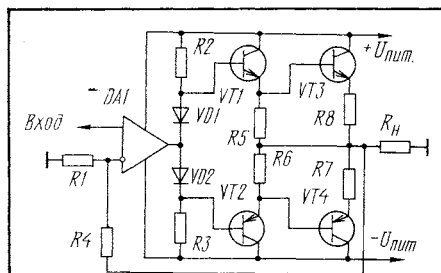

Рис. 1
В усилителях напряжения таких УМЗЧ применяют обычно ОУ. Это позволяет существенно снизить количество элементов, используемых в каскадах предварительного усиления, а значит, повысить надежность и снизить стоимость УМЗЧ. Существует несколько способов соединения ОУ с транзисторами выходных каскадов УМЗЧ [1,2]. Рассмотрим те из них, которые позволяют получить максимальное выходное напряжение при ограниченной величине питающего напряжения бортовой сети автомобиля. При этих условиях в идеальном случае напряжение на нагрузке (U_n) может достигать величины $U_n = 12 \text{ В} - U_{\text{нас}}$, где $U_{\text{нас}}$ — напряжение насыщения выходного транзистора. Для УМЗЧ, упрощенная схема которого представлена на рис.1, это напряжение будет равно: $U_n = U_{\text{пит}} - U_{\text{бэVT1}} - U_{\text{бэVT3}} - U_{\text{R8}}$ (1), где $U_{\text{пит}}$ — напряжение питания, U_{R8} — падение напряжения на резисторе R8, $U_{\text{бэVT1}}$, $U_{\text{бэVT3}}$ — напряжение база-эмиттер транзисторов выходного каскада VT1, VT3. Отсюда следует, что при собранном по этой схеме выходном каскаде выходные транзисторы не могут полностью открыться, поскольку они включены как эмиттерные повторители и напряжения на их эмиттерах отличаются от напряжений на их базах всего на 0,6 В ($U_{\text{бэVT1}} - U_{\text{бэVT3}} = 0,6 \text{ В}$).